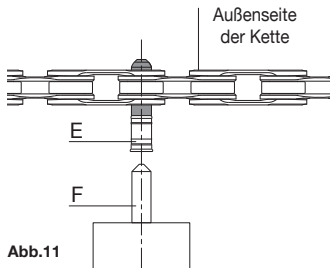

Abb.11
- Kontrollieren Sie, dass die konische Spitze des Schiebers (F) (**Abb. 11**) genau auf die Mitte der Hülse **5-CN-SR700** (E) (**Abb. 11**) ausgerichtet ist.